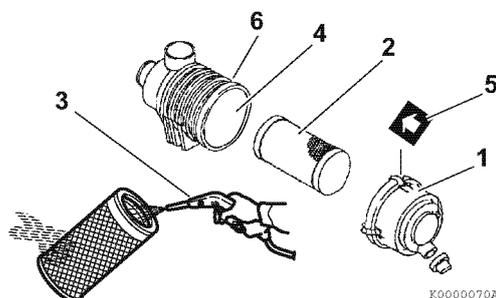
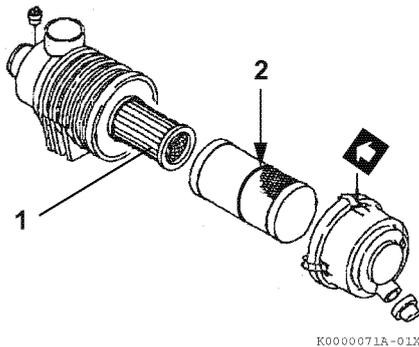

Figure 5-9
Figure 5-10
Veillez noter que la représentation de l'épurateur d'air type de la **Figure 5-9** et la **Figure 5-10** est fournie à titre d'illustration uniquement.
1. Déverrouillez et retirez le couvercle du filtre à air (1, **Figure 5-9**).
2. Retirez la cartouche (2, **Figure 5-9**) (cartouche extérieure si équipé de deux cartouches).
3. Soufflez de l'air comprimé (3, **Figure 5-9**) dans la cartouche, de l'intérieur vers l'extérieur, à une pression de 42 à 71 psi (0,29 à 0,49 MPa; 3,0 à 5,0 kgf/cm2) pour éliminer les particules. Utilisez la pression d'air minimum nécessaire pour éliminer la poussière sans endommager la cartouche.
4. Si le filtre à air est équipé d'une double cartouche, retirez et remplacez la cartouche interne (1, **Figure 5-10**) si le moteur manque de puissance ou si l'indicateur de poussière s'actionne (le cas échéant).
8. Remettez la cartouche dans le boîtier du filtre à air (4, **Figure 5-9**).
*Remarque : S'il y a une ligne rouge (2, **Figure 5-10**) dans la cartouche externe, réinsérez-la jusqu'à ce que la ligne rouge soit alignée avec la face externe du boîtier du filtre.*
9. Remplacez le couvercle du filtre à air en veillant à faire correspondre la flèche (5, **Figure 5-9**) située sur le couvercle avec la flèche située sur le boîtier (6, **Figure 5-9**).
Remplacez la cartouche du filtre à air (2, **Figure 5-9**) par une cartouche neuve YANMAR d'origine toutes les 500 heures de fonctionnement du moteur, même si aucun dommage n'est constaté.
Lors du remplacement de la cartouche, nettoyez l'intérieur du boîtier du filtre à air (4, **Figure 5-9**).
Si le filtre à air est équipé d'une double cartouche, retirez et remplacez la cartouche interne (1, **Figure 5-10**) uniquement si le moteur manque de puissance ou si l'indicateur de poussière s'actionne (le cas échéant). Cela vient s'ajouter au remplacement de la cartouche extérieure.